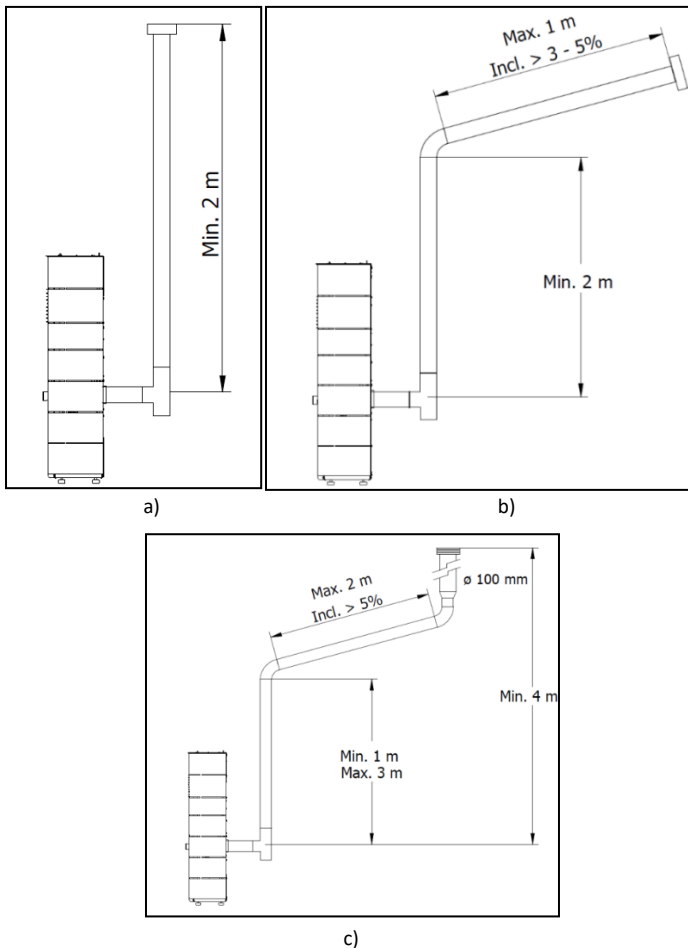

Figura 16 – Exemplo de instalações do tipo (a, b, c)
- A Figura 16 mostra os requisitos básicos para a instalação da chaminé da salamandra.